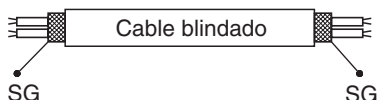

Fig. 4-6
- (5) Emplee cables blindados para el cableado de control entre unidades (C) y conecte a tierra el blindaje en ambos lados ya que, de lo contrario, podría producirse un funcionamiento erróneo debido al ruido. (Fig. 4-6) Conecte los cables tal y como se muestra en la sección "4-3. Diagramas del sistema de cableado".